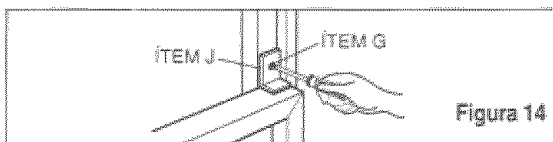

Figura 14
- 13** Corte la cinta de espuma para que tenga la longitud correcta e insértela entre el marco superior de la ventana y el marco inferior de la ventana. (Figura 14)